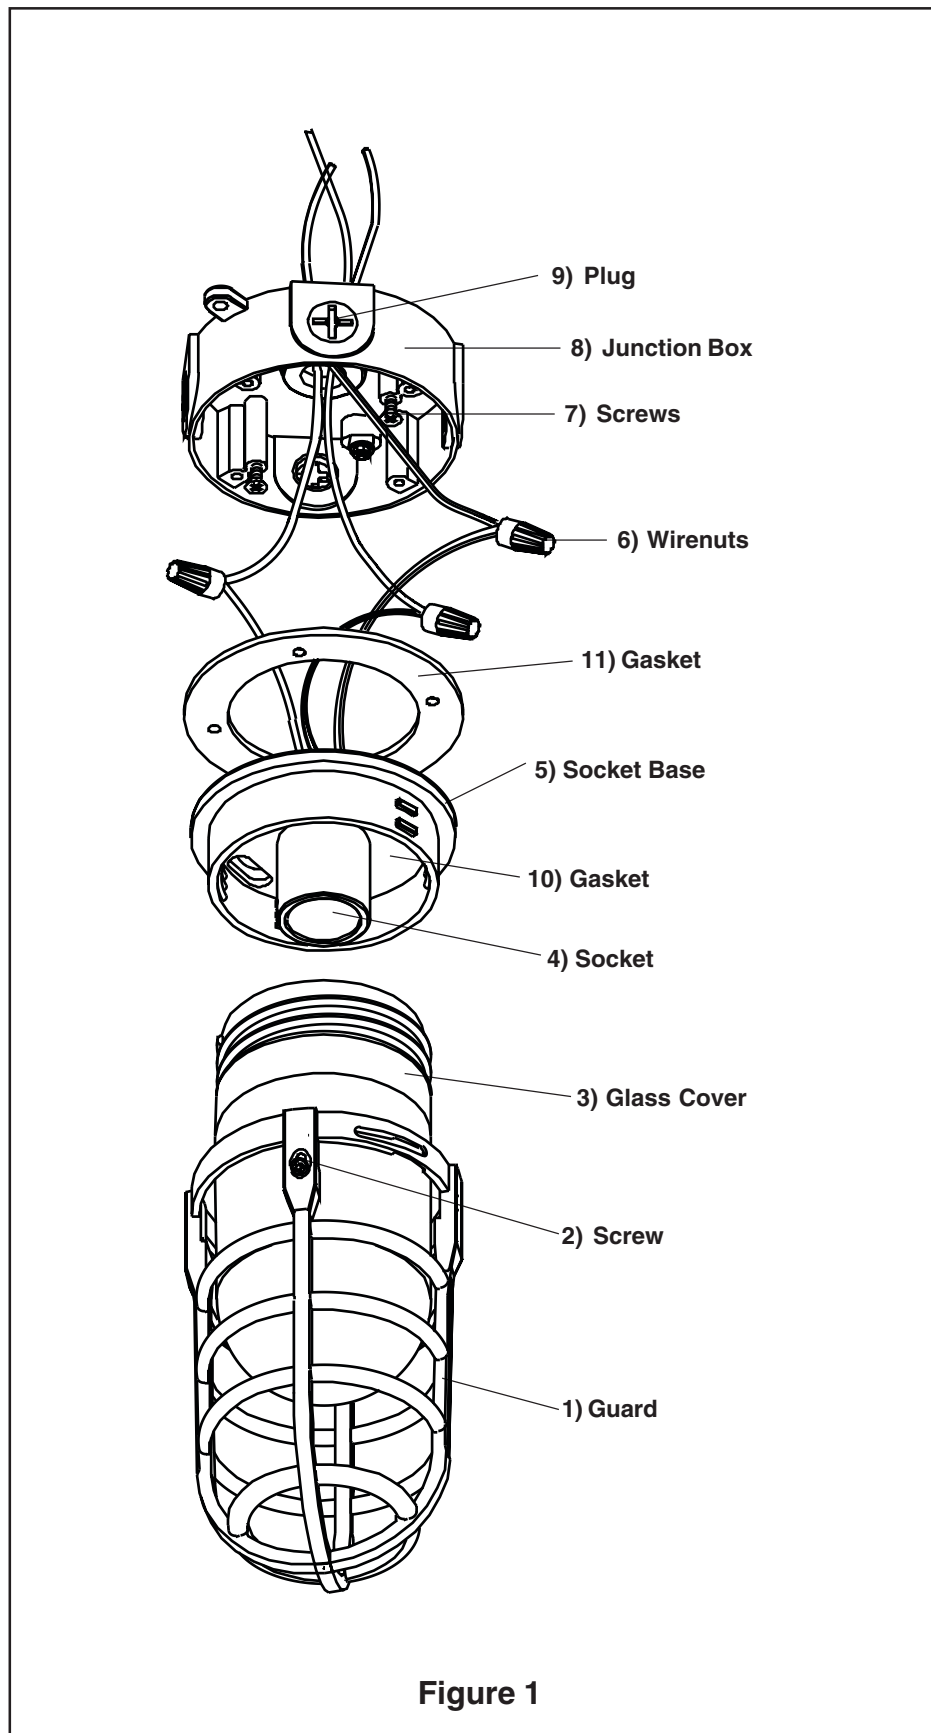

Figure 1
3. Conseil utile : Faire un joint à la silicone (non inclus) entre la surface de montage et la boîte de jonction pour assurer l'étanchéité à l'humidité. Acheminer les fils d'alimentation de l'habitat par l'ouverture du dessus de la boîte de jonction (8). Fixer la boîte de jonction au plafond à la surface de montage par les trous des languettes situées sur le côté de la boîte de jonction. **Note: employer la quincaillerie de montage (non incluse) appropriée pour votre application spécifique.** Tenir l'embase de la douille (5) et placer la garniture d'étanchéité (11) à l'arrière avant d'effectuer le raccordement électrique.
4. L'électricité étant coupée, effectuer la mise à la terre de l'appareil, raccorder le fil de terre en cuivre de l'appareil au fil de terre en cuivre nu de la boîte de jonction à l'aide d'un capuchon de connexion (6). *Note : Si l'alimentation ne comporte pas un fil de mise à la terre, consulter votre code d'électricité local et suivre les méthodes de mise à la terre conformes. Voir la fig. 1*
- 2. Disassemble fixture:** Loosen the two Screws (2) that protrude diagonally from the sides of the Guard (1), rotate Guard counterclockwise and lift to remove. Unscrew Glass Cover (3). Remove knock outs in Gasket (10) and loosen the two Screws (7) inside of the Socket Base (5). Rotate Socket Base clockwise and lift to separate from Junction Box (8). **See Fig 1.**
- 3. Helpful Hint:** Use silicone caulking (not included) between mounting surface and Junction Box for moisture seal. Pull house supply wires through hole in top of Junction Box(8). Secure Junction Box to mounting surface using mounting holes in tabs on side of Junction Box. **Note: use appropriate mounting hardware (not included) for your specific application.** Take Socket Base (5) and position Gasket (11) on back before making power connections.
- 4. Ground fixture** by connecting the copper ground wire from the fixture to the bare copper ground wire from the Junction Box using a Wirenut (6). *Note: If house wiring does not include a ground wire, consult your local electrical code for approved grounding methods. See Fig. 1*
- 2. Desmante el luminario:** Suelte los dos Tornillos (2) que sobresalen diagonalmente de los lados del Protector (1), gire el Protector hacia su izquierda y levántelo para quitarlo. Desenrosque la Cubierta de Vidrio (3). Quite los “knockouts” en la Junta (10) Suelte los dos Tornillos (7) en el interior de la Base de Enchufe (5) gire la Base de Enchufe hacia su derecha y levántela para separarla de la Caja de Alambrado (8). **Vea Fig. 1.**
- 3. Consejo Útil:** Use masilla de silicona (no incluida) entre la superficie de montaje y la Caja de Alambres para sellar contra la humedad. Hale los alambres de suministro por el agujero encima de la Caja de Alambres (8). Asegure la Caja de Alambres a la superficie de montaje usando los agujeros de montaje en las lengüetas en el lado de la Caja de Alambres. *Nota: use el herraje de montaje apropiado (no incluido) para su aplicación específica.* Tome la Base de Enchufe (5) y coloque la Junta (11) en la parte trasera antes de hacer las conexiones eléctricas.
- 4. Con la energía eléctrica apagada,** ponga a tierra el luminario conectando el alambre de hacer tierra de cobre del luminario al alambre de cobre descubierto de la caja de ensambladura usando un Capuchón de Alambres (6).
*Nota: Si el alambrado de la casa no incluye un alambre de hacer tierra, consulte su código eléctrico local para métodos aprobados de hacer tierra. **Vea Fig. 1.** Para una conexión apropiada, coloque el Capuchón de Alambres sobre los alambres y gire en el sentido de las agujas del reloj hasta que quede apretado.*
- 5. Use Capuchones de Alambres (6)** para conectar el alambre del luminario negro al alambre de suministro de electricidad de la casa negro y el alambre del luminario blanco al alambre de suministro de la casa blanco (neutro).
- 6. Alinee los “keyholes”** en la Base de Enchufe (5) con Tornillos (7) en la Caja de Alambrado (8), gire hacia su izquierda y apriete los tornillos para asegurar la Base de Enchufe a la tapa de registro.
- 8. Enrosque la Cubierta** de Vidrio (3) a la Base de Enchufe (5), instale el Protector (1) y asegure apretando los Tornillos (2). *Nota: Asegure que las lengüetas son totalmente enganchadas.*